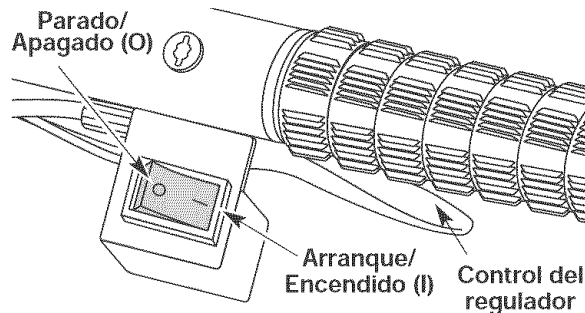

Fig. 8
2. Verifica eso el control de encendido y apagado en posición de **ENCENDIDO (I)** (Fig. 8).